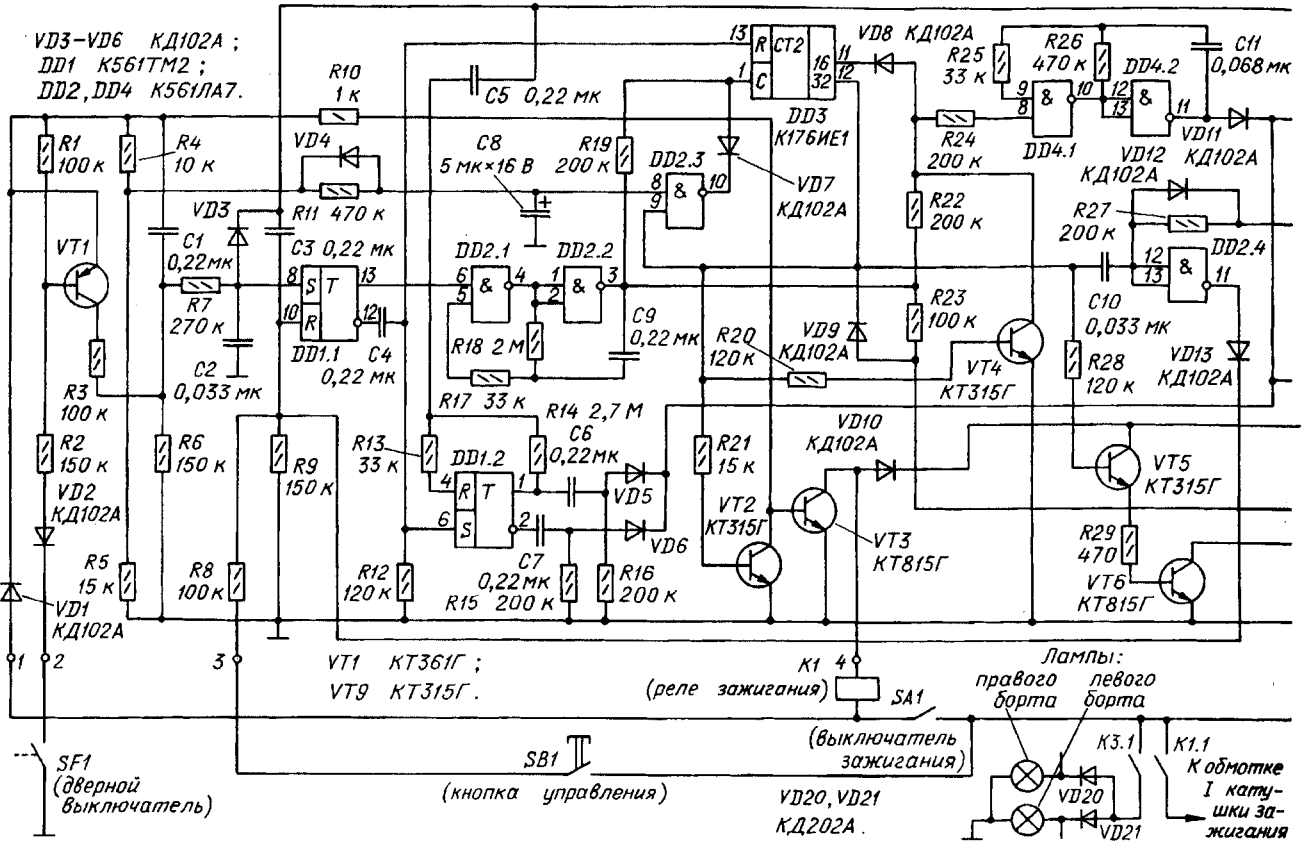

рис. 1
1. На схеме рис.1 по моей вине не указан резистор R7 (между эмиттером VT3 и +9 В (мод)) сопротивлением 2–3 кОм.
3. На эмиттере VT2 (рис.1) и на обмотке Мод (рис.2) должно быть не 15 В, а 1,5 В.
должен после этого нажать секретную кнопку, иначе опять сработает вышеописанный цикл. Принципиальная схема блокиратора показана на **рис. 1**, а цикл работы – на **рис. 2**. Устройство не имеет выключателя питания и постоянно находится в дежурном режиме. При этом тригге-